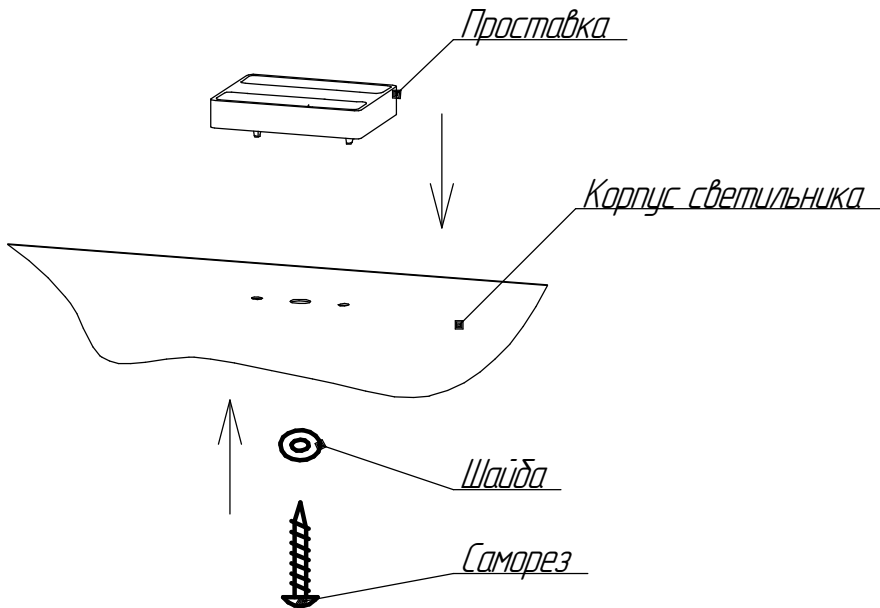

Рисунок 3 - Схема установки проставки пластиковой и крепления светильника
5.8 Установите проставки пластиковые поз.4 в отверстия возле крепежных мест, предварительно отклеив клейкую ленту (см. рисунок 3).